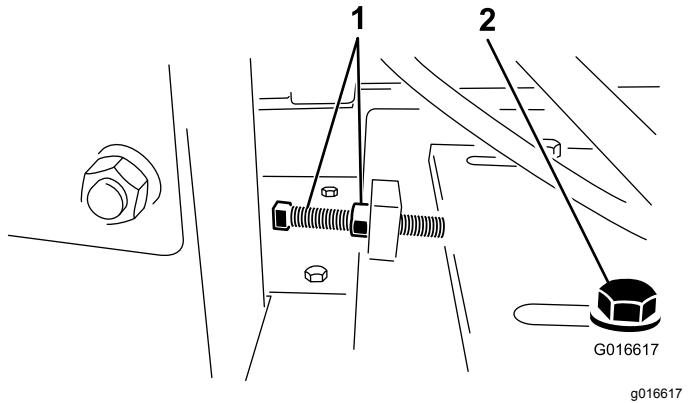

Figura 25
6. Allentate il bullone di tensione della cinghia e il controdado. Fate scorrere il motore verso l'alloggiamento del volano per allentare la cinghia (Figura 25).
6. Allentate il bullone di tensione della cinghia e il controdado e fate scorrere il motore verso l'alloggiamento del volano per allentare la cinghia (Figura 25).